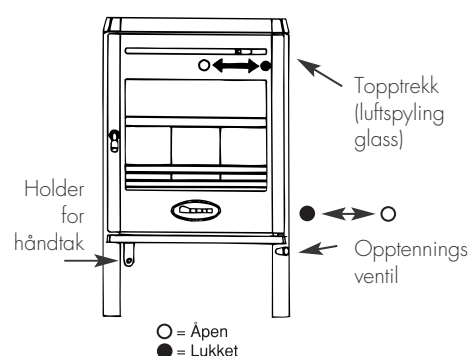

Fig. 7 Betjening trekkregulering
2. Legg peisovnen forsiktig på ryggen og monter holder for betjeningshåndtak (vinkeljern med to hull). Denne holderen festes på den venstre skruen som holder askeleppen se fig 7.